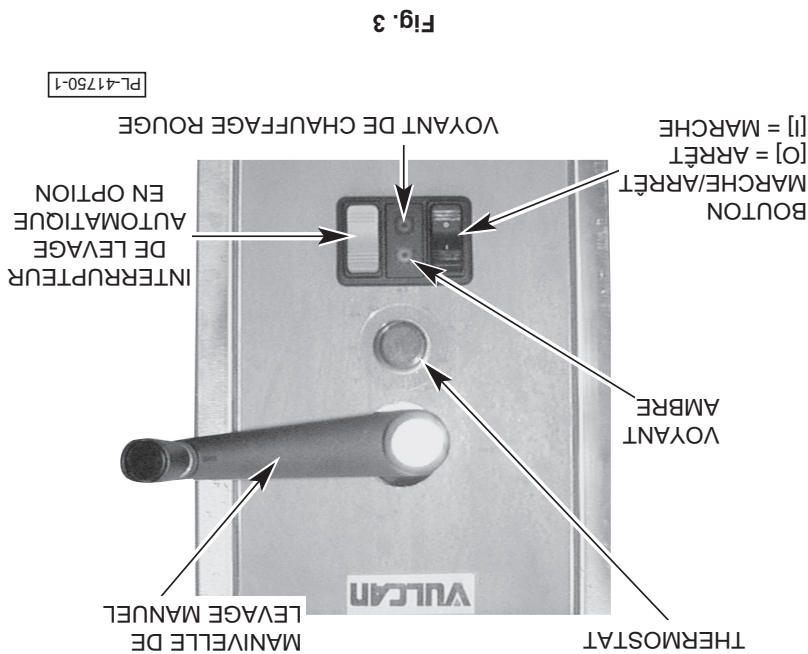

Fig. 3
2. Le lavage de la brosserie est contrôlé par l'interrupteur à bascule gris situé sur le panneau de commande (voir fig. 3).
## BRAISIÈRES ÉLECTRIQUES Commandes (voir fig. 3)
### BRAISIÈRES À GAZ Commandes (fig. 3)